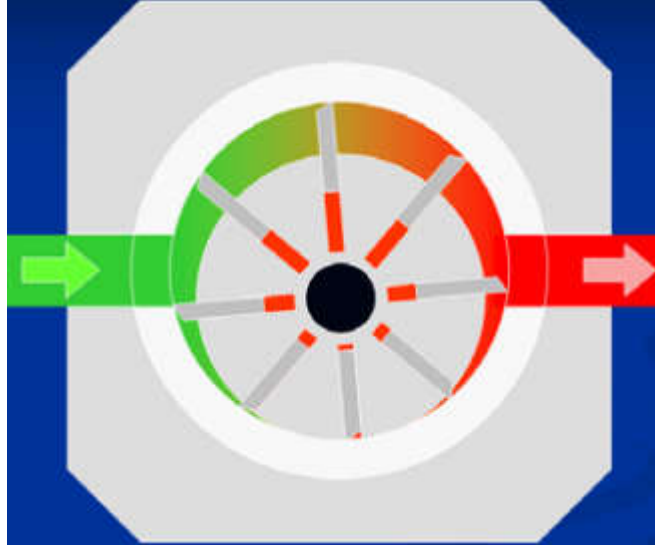

Figure.5 - Pompes à palettes.
2.4- Pompes à palettes: (fig. 5 -)